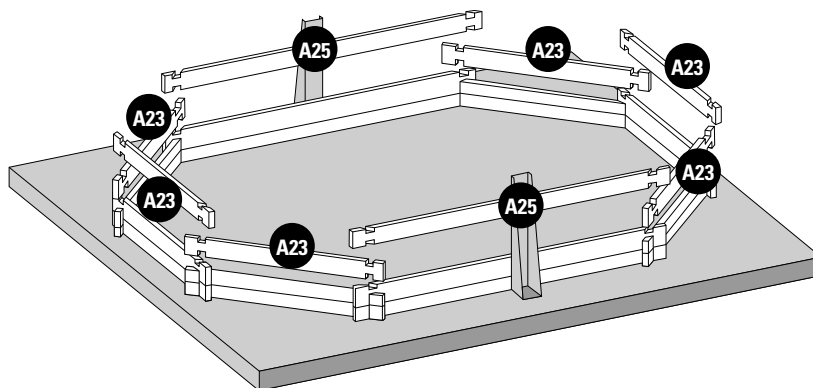

Fig. 4 / Abb. 4 / Afb. 4
3rd LAYER OF BOARDS: Install the third layer of boards as shown in figure 4. The position of the refilling fitting with the key and the skimmers should be defined at the start of the assembly (read the specific paragraphs).
3ÈMERANGÉE MADRIERS: Positionnez les madriers de la 3ème rangée conformément à la figure 4. Vous devez avoir déterminé l'emplacement de la buse de refoulement et du skimmer dès le début du montage (voir paragraphes spécifiques).
3. BRETTERREIHE: Platzieren Sie die Bretter der dritten Reihe laut Abb. 4. Zu Beginn der Montage müssen Sie die Lage des Druckventils und des Skimmers festlegen (lesen Sie hierzu die entsprechenden Abschnitte).
3ª RIJ PLANKEN: Plaats de planken van de derde rij zoals te zien is op afbeelding 4. U moet al bij aanvang van de montage bepalen op welke plaats het uitstroommondstuk en de skimmer moet komen (less de betreffende paragrafen).